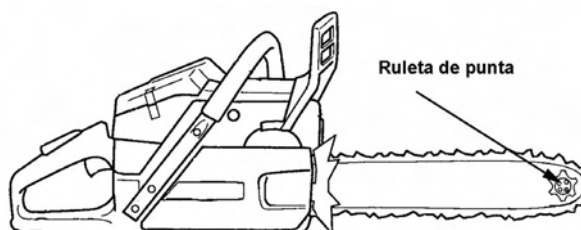

FIG. 016
- Ruleta de seguridad. Diámetro menor a $2/8$ de la anchura de la espada. **FIG. 016**